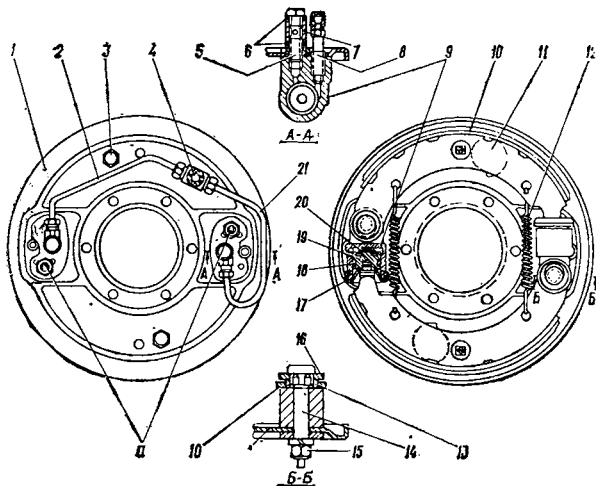
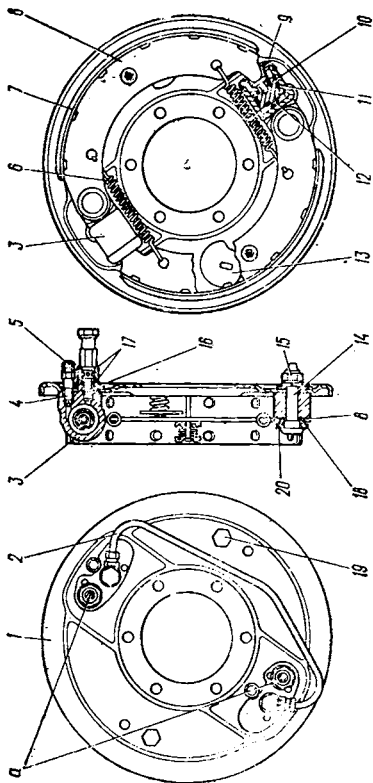

Рис. 94. Тормоз переднего колеса автомобиля УАЗ-469:
Рис. 95. Тормоз переднего колеса автомобиля УАЗ-469Б:
Тормоз переднего колеса автомобиля УАЗ-469 показан на рис. 94, а автомобиля УАЗ-469Б — на рис. 95. Передние тормоза этих автомобилей отличаются щитами, имеющими разные
На щитах 1, 1 (рис. 94, 95) с помощью опорных пальцев 14 и 14 и гаек 15 и 15 закреплены два колесных цилиндра 9 и 3. На опорных пальцах между шайбами под их головками и опорными проушинами колесных цилиндров неподвижно посажены бронзовые эксцентрики 13 и 18, на которых поворачиваются тормозные колодки 10 и 8. Поворотом опорных пальцев с эксцентриками можно смещать опорные концы колодок относительно тормозного щита. Регулируют тормоза с помощью опорных пальцев при их сборке на заводе или при ремонте тормозов с заменой колодок или накладок.
При правильной установке колодок с неизношенными накладками и тормозным барабаном метки на опорных пальцах (керы на наружных торцах) должны быть расположены, как показано на рис. 94 и 95, или с отклонениями от этого положения в ту или другую сторону до 50°.
Подвижные концы тормозных колодок входят в пазы наколенников поршней 19 и 10 колесных цилиндров 9 и 3. Колодки внутренней поверхностью своих ободов опираются на регулировочные эксцентрики 11 и 13, подвижно установленные на тормозном щите. От произвольного проворачивания эксцентрики удерживаются сильными пружинами. Колодки прижимаются к эксцентрикам стяжными пружинами 12 и 6. Шестигранные головки болтов 3 и 19 регулировочных эксцентриков выведены на наружную сторону тормозного щита. С помощью эксцентриков устанавливается необходимый зазор между колодками и барабаном. От бокового смещения колодки удерживаются торцами болтов регулировочных эксцентриков и пружинами, установленными в средней части колодок (рис. 94 и 95).
2. Ослабьте гайки опорных пальцев и установите опорные пальцы в начальное положение (метки на торцах опорных пальцев должны быть расположены, как указано на рис. 94, 95).